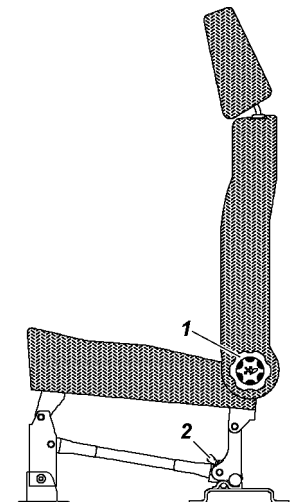

Рис. 3.9. Заднее трехместное сиденье:
**Заднее трехместное сиденье** (рис. 3.9) может быть разложено для организации спального места или сложено для увеличения объема грузового помещения.
- вращением ручек 1 (рис.3.9) наклоните спинки заднего трехместного сиденья назад до упора в подушки откидных сидений;
- вращением ручек 1 (рис.3.9) наклоните спинки заднего сиденья вперед до упора;